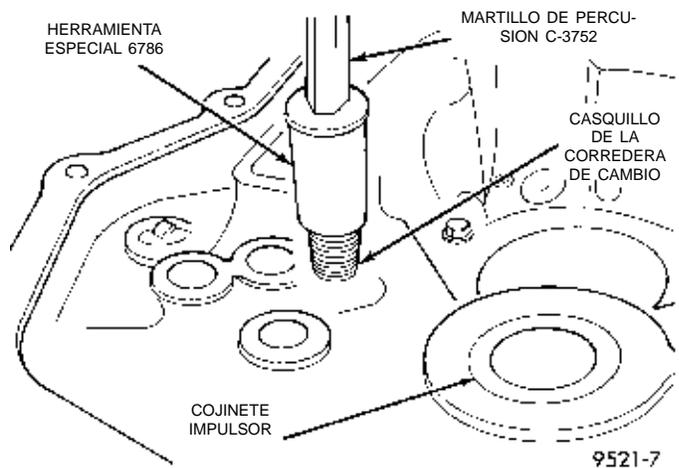

Fig. 133 Desmontaje del casquillo de la corredera de cambio
- (1) Enrosque la herramienta N° 6786 en el casquillo de la corredera de cambio.
- (2) Instale el martillo de percusión N° 3752 en la herramienta.
- (3) Retire el casquillo mediante el conjunto de martillo de percusión y herramienta (Fig. 133).